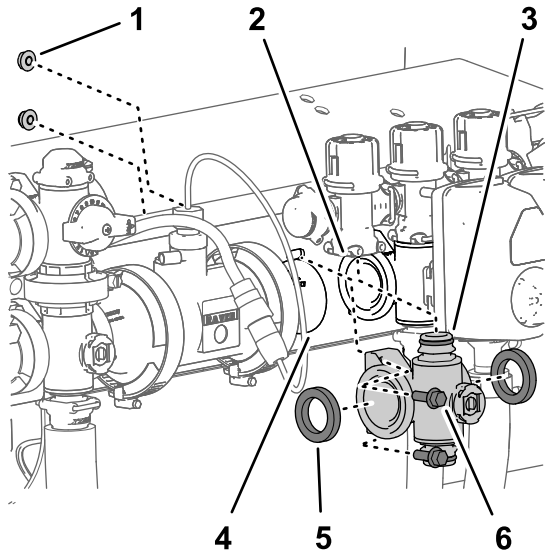
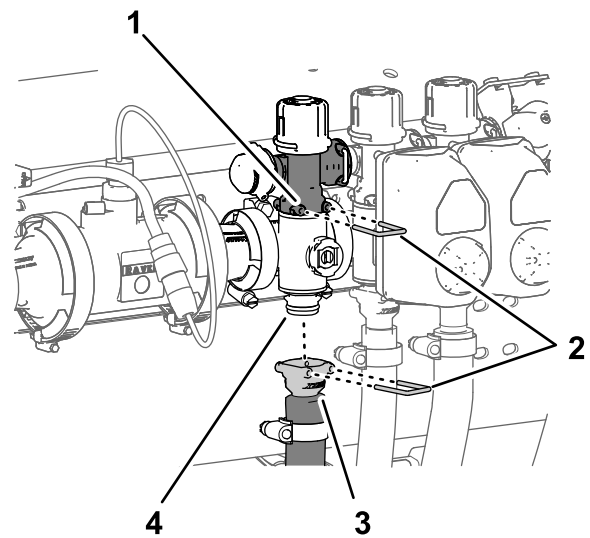

Figure 127
Figure 128
1. Alignez les 2 joints que vous avez retirés à la section Dépose de la vanne de section du collecteur \(page 89\) et les brides du collecteur de vanne de section (Figure 127).
2. Alignez la bride du collecteur de vanne de section entre les brides des autres vannes de section et/ou adaptateur d'accouplement (Figure 127).
3. Fixez le raccord rapide du collecteur de vanne de section au raccord rapide femelle de la vanne de dérivation de section à l'aide d'un l'étrier de fixation (Figure 127 et Figure 128).
5. Pour les collecteurs de vannes de sections gauche et droite, fixez le collecteur de vanne au support de vannes (Figure 127) à l'aide des 2 boulons à embase (1/4 x 3/4 po) et des 2 contre-écrous à embase (1/4 po) que vous avez
8. Fixez le raccord rapide du flexible de section au raccord rapide du collecteur de vanne de section à l'aide de l'étrier de fixation (Figure 128).